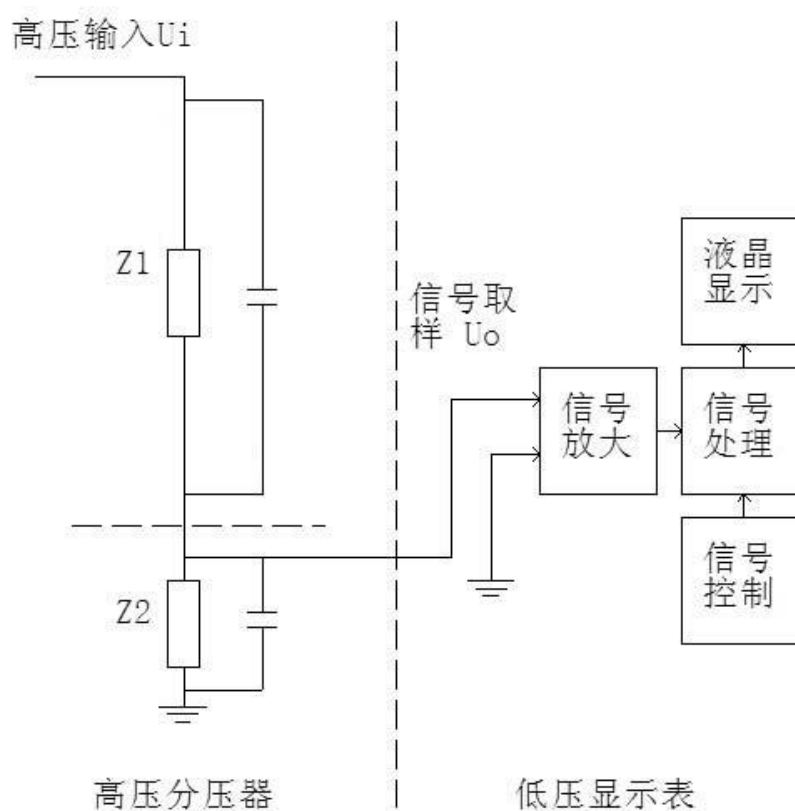

图 1 测量原理图
SGB 系列系列交直流数字高压表采用阻容分压法测量高压交直流，如图 1 所示。左侧是高压部分，采用阻容分压电路，由阻抗 Z_1 和 Z_2 两部分组成。高压 U_i 从上端均压球处输入，从阻抗 Z_2 处输出低压取样信号 U_o ；右侧是低压显示表，用于处理低压取样信号 U_o 。低压取样信号 U_o 经整流滤波放大处理后送入低压显示表显示。高压 U_i 和 U_o 关系式如公式 (1) 所示：